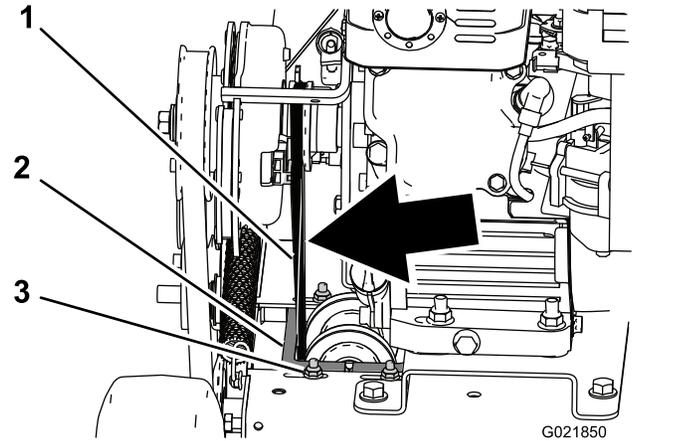

Figure 24
- Desserrez les 2 vis et les 2 boulons à embase qui fixent le protège-courroie sur la machine (Figure 24).
- Déposez le protège-courroie de la machine (Figure 24).